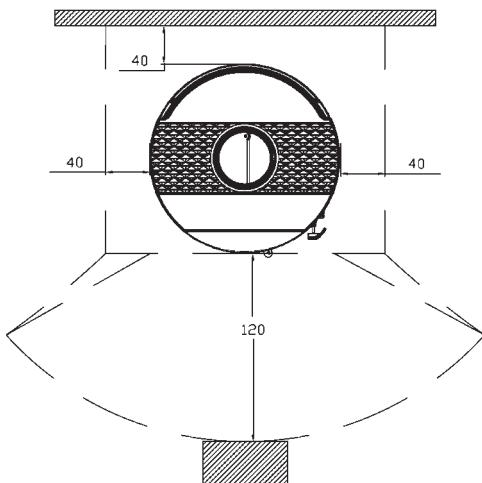

Bild 4A
a) um genügend Wärmeisolierung zu sichern, sind die minimalen Sicherheitsentfernungen der hinteren und seitlichen Fläche von entflammabaren Gegenständen, d.h. von feueranfälligen Gegenständen (Möbel, Holzflächen, Stoffe usw.) zu beachten (siehe Bild 4A). Alle minimalen Sicherheitsentfernungen stehen auf dem Produkt und dürfen NICHT geändert werden.